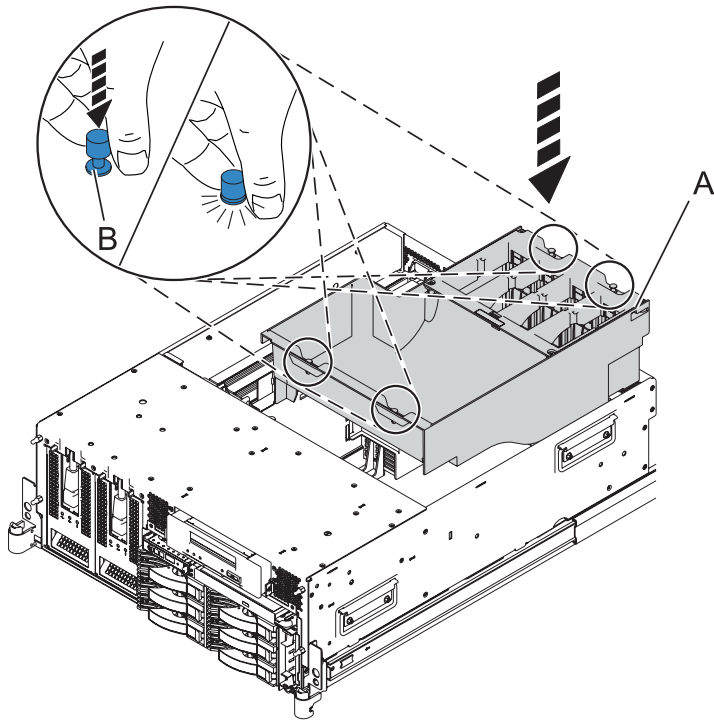

Figure 20. Installation du capot de ventilation sur un système 03E/4A
- 1) Pour installer le capot de ventilation, vérifiez que les quatre pattes de fixation (A) sont en position ouverte et placez le capot de ventilation (A) dans son emplacement, en alignant les pattes de couleur bleue avec les orifices. Appuyez fermement sur le capot pour le positionner et appuyez sur les quatre pattes de fixation pour fixer le capot, comme indiqué dans la figure 20, à la page 29.